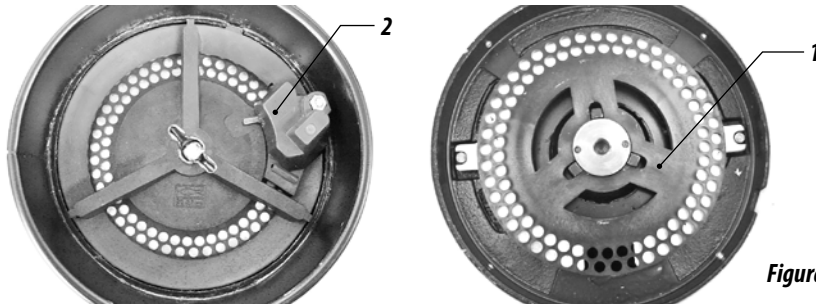

Figura 145
- 10** - Al final de cada día de trabajo, recomendamos vaciar los depósitos de semilla del CPD, retirar los discos distribuidores (1) y limpiarlos. Observe el funcionamiento del dosificador de semilla (2), verificando la presión del resorte de los gatillos, asegurando así la máxima precisión en la distribución de semilla, figura 145.